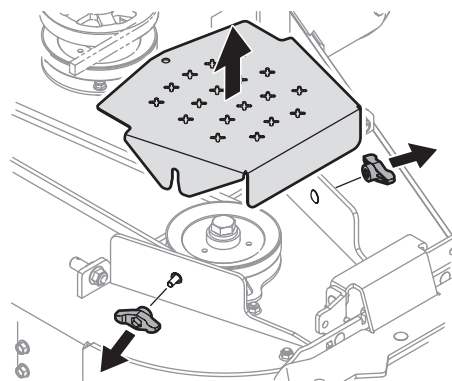

Fig. 19
- Nettoyez le dessus du plateau de coupe, sous les couvercles de la fusée et la zone des courroies (Fig. 19).